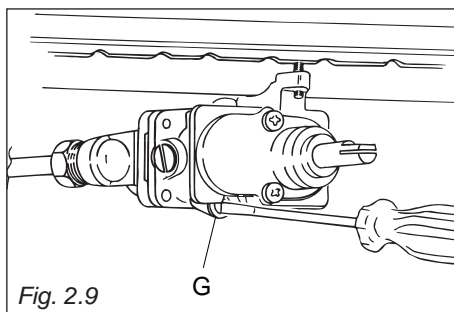

Fig. 2.9
- Sfilare la manopola del termostato e con un cacciavite a taglio svitare di circa 3 giri la vite by-pass "G" (fig. 2.9) passando attraverso l'apertura del cruscotto;
- Dopo aver tolto nuovamente la manopola e facendo molta attenzione a non ruotare l'asta del rubinetto, avvitare lentamente la vite by-pass "G" (fig. 2.9) fino all'ottenimento di una fiamma lunga 3-4 mm.